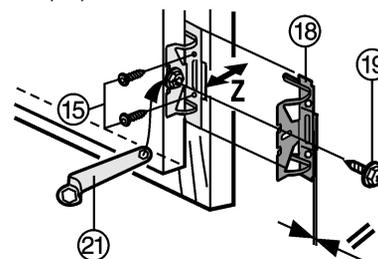

Fig. 25
- ▶ Avvitare la squadra di fissaggio Fig. 25 (18) con la vite a testa esagonale Fig. 25 (19) sui fori predisposti nella porta dell'apparecchio.
- ▶ Avvitare la porta dell'apparecchio all'anta del mobile con le viti Fig. 25 (15) passanti attraverso la squadra di fissaggio Fig. 25 (18).
- ▶ montare una seconda coppia di squadre di fissaggio Fig. 25 (18).